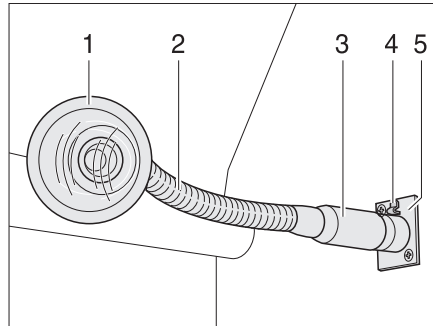

Fig. 92 Caja de enchufe con lámpara enchufada
- Sujetar la lámpara enchufable (Fig. 92,3) por el pie.
- Presionar el botón de desbloqueo (Fig. 92,4).
- Tirar la lámpara enchufable (Fig. 92,1) fuera de la caja de enchufe (Fig. 92,5).
- Agarrar la lámpara enchufable del "cuello de cisne" (Fig. 92,2) (caso disponible) o de la carcasa, y girarla.